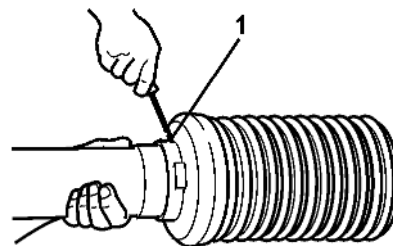

Рис. 57
3. Поверните защитный раструб (Рис. 57/1) в монтажное положение.
4. Снимите половину защитной крышки (Рис. 57/3).